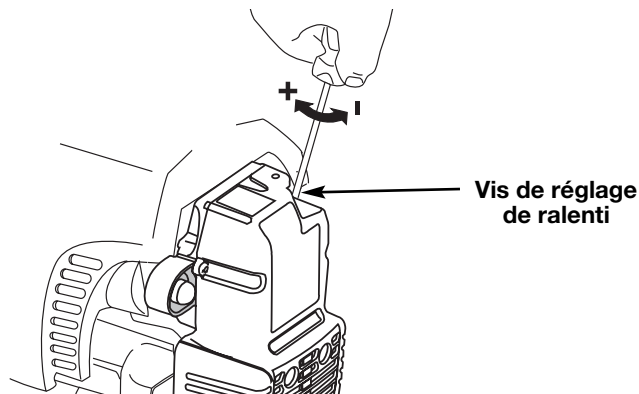

Fig. 29
Le régime ralenti du moteur est réglable par le couvercle du filtre à air/silencieux (Fig. 29).
3. Relâchez le levier d'accélérateur et laissez le moteur au ralenti. Si le moteur s'arrête, insérez un petit tournevis à embout cruciforme dans le trou du couvercle du filtre à air/silencieux (Fig. 29). Vissez la vis de réglage du ralenti de 1/8 de tour à la fois (selon le besoin) jusqu'à ce que le moteur se mette bien au ralenti.